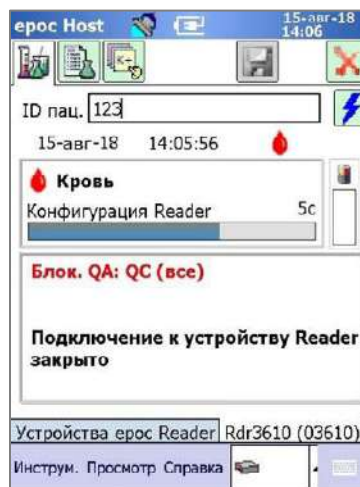

Рис. 56.
- При выборе варианта **Нет** система будет заблокирована (рис. 56) и процедуры анализа крови будут недоступны до тех пор, пока не будут соблюдены условия, установленные для графиков QA.